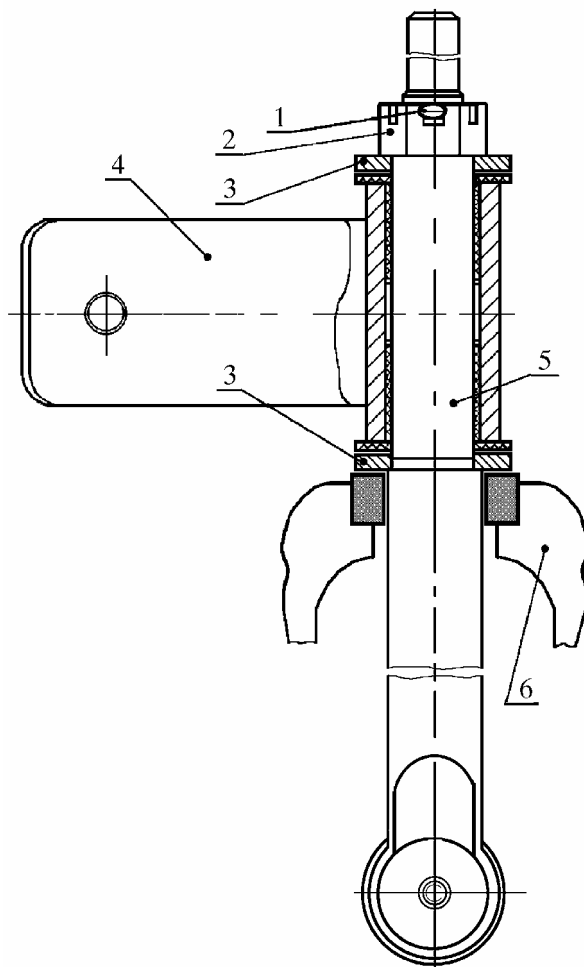

Рис. 3. Разборка механизма управления
- 3.1. Съемник технологический - для выпрессовки втулок из корпуса опоры (рис. 3).
5.1.1. Установить механизм 4 (рис. 3) управления коробкой передач в сборе в тиски 6 на верстаке и закрепить